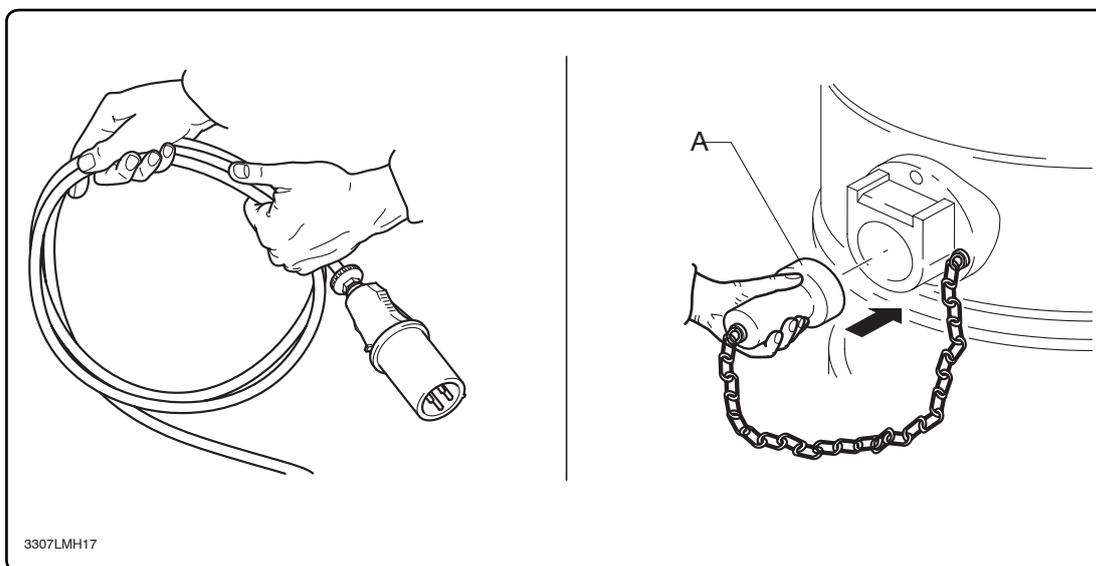

Fig. 10
- Den Staubbehälter "I" aushaken (Abb. 10), herausziehen und entleeren.
- 2 - Arrotolare il cavo di collegamento (Fig. 10).
- 6 - Per il trasporto e quando l'aspiratore non è in uso (in particolare nel caso di aspiratore versione M - H), chiudere l'apertura di aspirazione con l'apposito tappo "A" (Fig. 10).
- 2 - Coil the connection flex (Fig. 10).
- 6 - Shut the inlet with the appropriate plug "A" (Fig. 10) when the vacuum cleaner is transported or not being used (particularly in the case of versions M - H).
- 2 - Enrouler le câble d'alimentation (Fig. 10).
- 6 - Pour le transport et quand l'aspirateur n'est pas utilisé (en particulier dans le cas d'aspirateur M - H), fermer l'ouverture d'aspiration avec le bouchon prévu "A" (Fig. 10).
- 2 - Das Anschlusskabel aufrollen (Abb. 10).
- 6 - Während des Transports und nach dem Gerätegebrauch (besonders bei den Modellen M - H), die Absaugöffnung mit dem entsprechenden Deckel "A" schließen (Abb. 10).